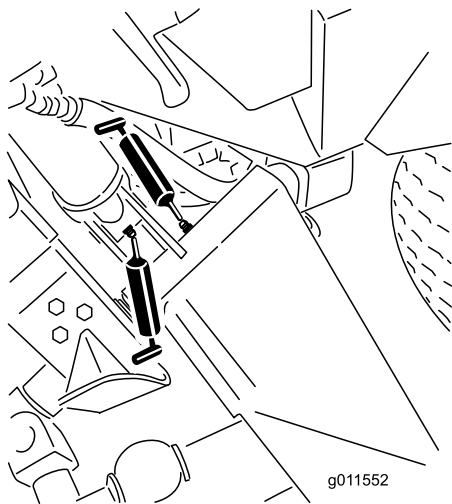
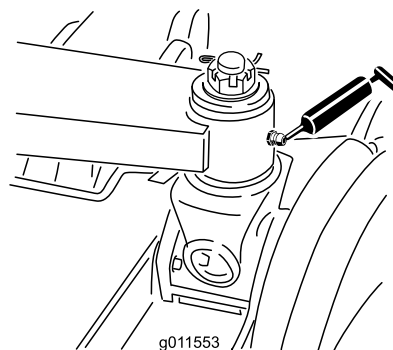

Figura 82
Figura 83
- 6 boccole del braccio di sollevamento principale (Figura 82 e Figura 83)